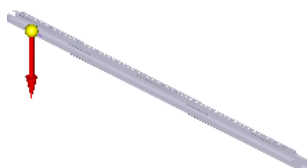

图 8.13.189 定义延伸方向
(5) 定义孔的延伸方向。定义孔延伸方向如图 8.13.189 所示。